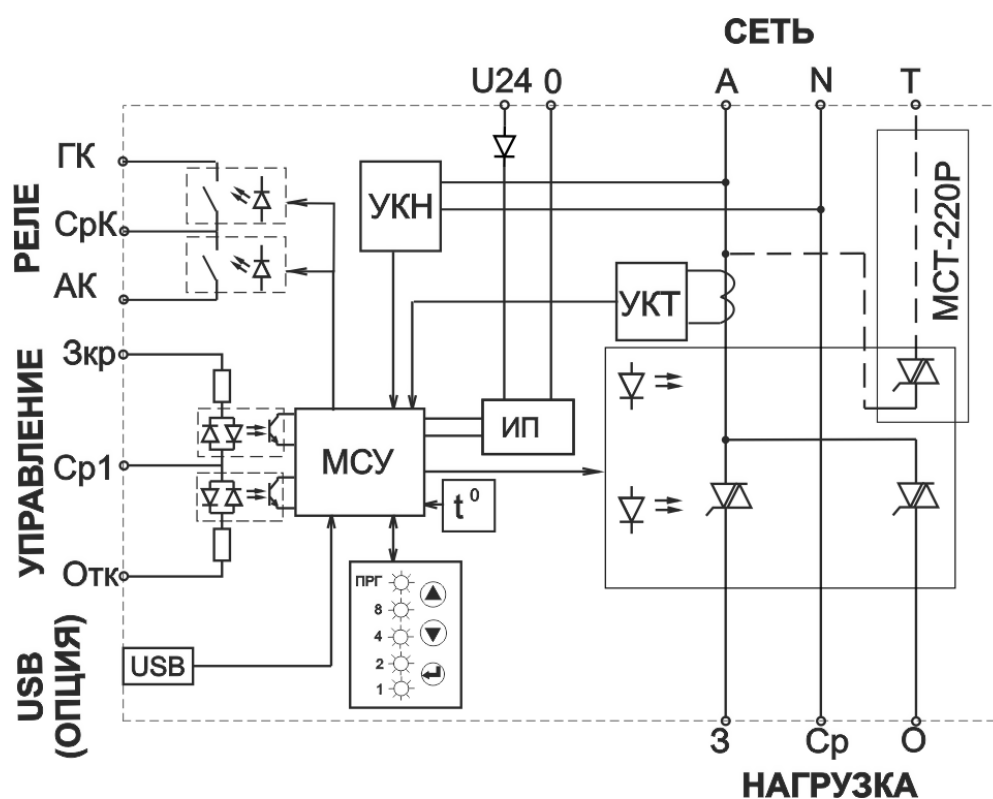

Рисунок 2 – Функциональная схема пускателей МСТ-120Р, МСТ-220Р
1.5.5 Функциональная схема пускателя приведена на **рис. 2**.